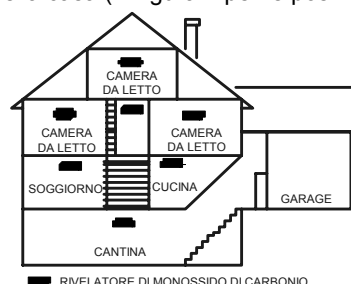

Fig. 1
1. Rimuovere il supporto di montaggio dall'unità secondo la fig. 1.